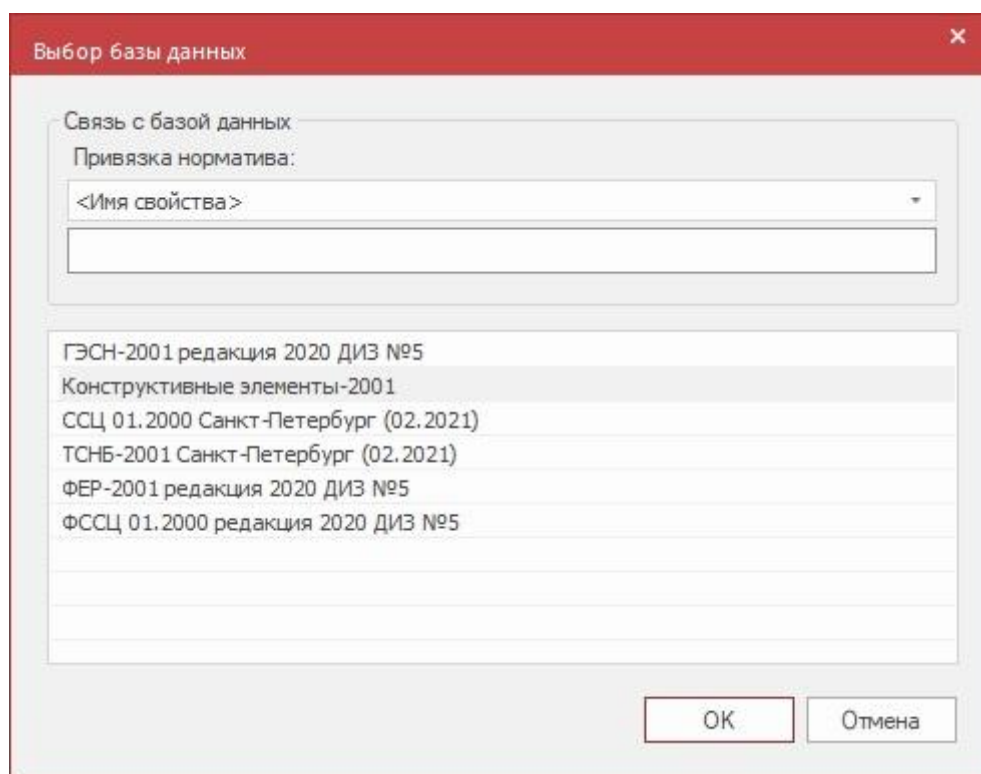

Рис. 3.7 Диалоговое окно Выбор базы данных
4. В открывшемся диалоге *Выбор базы данных* (рис. 3.7) необходимо: